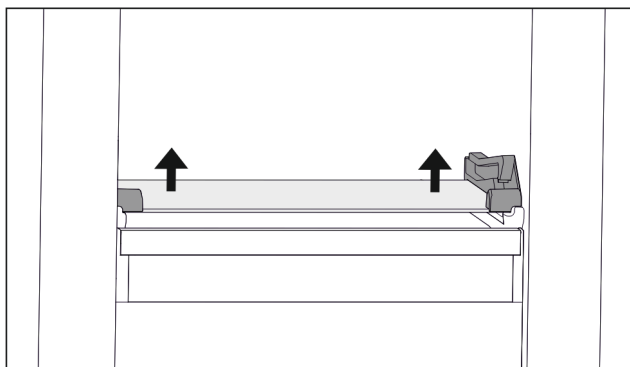

Fig. 103 可倾斜抽屉的玻璃隔板
- ▶ 从下方两侧向上推玻璃隔板。(参见 Fig. 103)